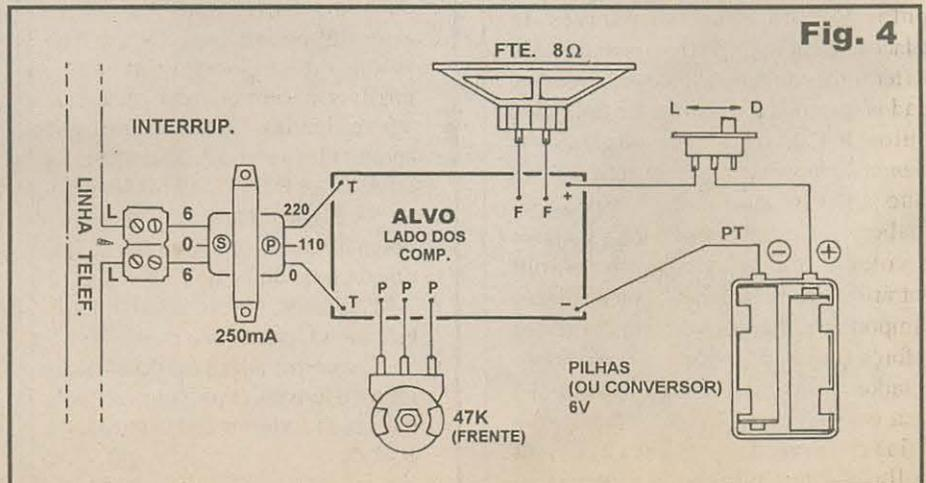

Fig. 4
- FIG. 4 - CONEXÕES EXTERNAS À PLACA / DIAGRAMA GERAL DE INSTALAÇÃO... - Placa ainda vista pela face não cobreada (agora *ignorando* os componentes já mostrados no diagrama anterior, pois não mais nos interessam em termos práticos...), enfatizando as ligações externas... Notar as conexões *polarizadas* da alimentação, devendo o cabinho **vermelho (positivo)** vindo do suporte de pilhas - com o interruptor nele intercalado - ser ligado ao ponto (+) do impresso, e o fio **preto (negativo)** conectado ao ponto (-)... Se o circuito for alimentado por conversor ligado à C.A., certificar-se bem da polaridade dos fios de saída deste, antes de conectá-los aos respectivos pontos da placa... O alto-falante tem seus dois terminais (não polarizados) levados aos pontos F-F do impresso, através de pedaços de cabinho flexível isolado... Os três terminais do potenciômetro devem ser ligados (por pedaços *curtos* de fio...) aos pontos **P-P-P** da placa, *mantendo a orientação mostrada*, ou seja: a figura traz o dito potenciômetro visto *pela frente*, e-se tal condição for modificada - o ajuste de volume poderá dar-se em sentido contrário ao convencional...! Finalizando, as importantes ligações do transformador de força (utilizado, no caso, como mero captador/casador indutivo de entrada...) à placa e à linha telefônica: observar que os fios *extremos* do *primário* (**P**) devem ser ligados aos pontos **T-T** da placa,